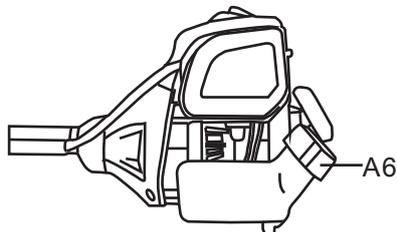

Fig. 12b
- Ajouter le bon mélange carburant-huile dans le réservoir de carburant à l'aide d'un entonnoir (NON FOURNI) équipé d'un filtre pour éviter que des débris ne pénètrent dans le réservoir. Ne pas trop remplir. Laisser au minimum un espace de 5 mm entre le niveau du carburant et le bord intérieur du réservoir pour permettre la dilatation du carburant (voir Fig. 12b, 12c).